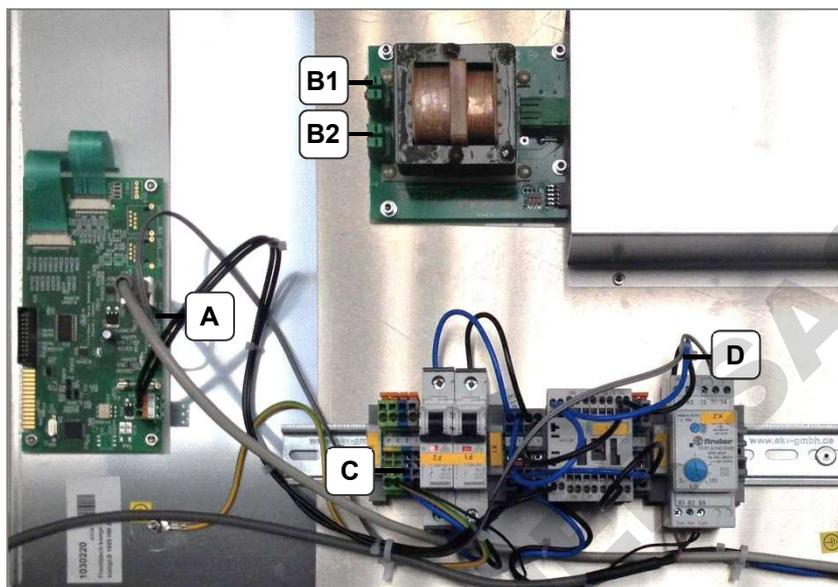

Fig. 9.5.2. Position des connexions
3. Débrancher les connecteurs électriques de l'unité électronique défectueuse (fig. 9.5.2):